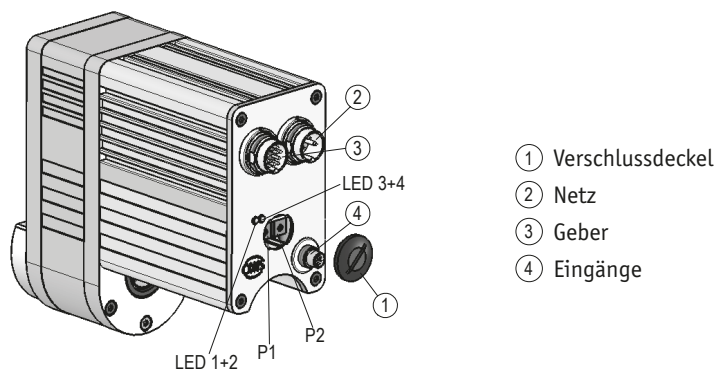

Abb. 13: Einstellen Trimpotentiometer PWM
- ▶ Schutzartbedingt darf lediglich der Verschlussdeckel ① gelöst werden (siehe Abb. 13).
- ▶ Bei gelöstem Verschlussdeckel ① ist die Schutzart des Stellantriebes nicht mehr gewährleistet.
- ▶ Bei Wiedermontage des Verschlussdeckel ① auf korrekten Sitz der Dichtung achten!